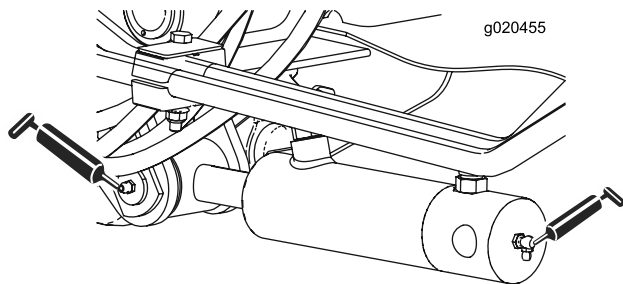

Figura 41
- Boccole (2 cad.) del cilindro di sollevamento (Figura 41).